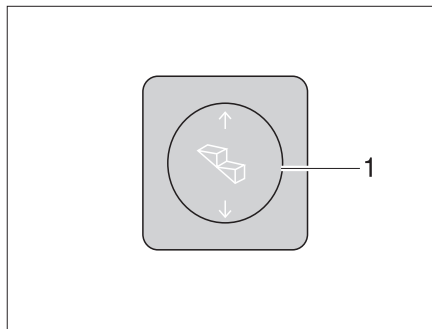

Fig. 7 Conmutador de mando escalón de entrada
*Extracción:* ■ Pulsar el interruptor basculante (Fig. 7,1) por abajo hasta que esté completamente extraído el escalón de entrada.
*Introducción:* ■ Pulsar el interruptor basculante (Fig. 7,1) por arriba hasta que haya introducido completamente el escalón de entrada.